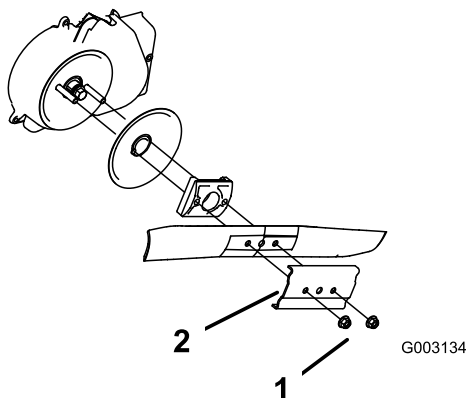

Figure 28
3. Retirez les 2 écrous de la lame et le renfort (Figure 28).
4. Déposez la lame (Figure 28).
5. Posez la nouvelle lame (Figure 28).